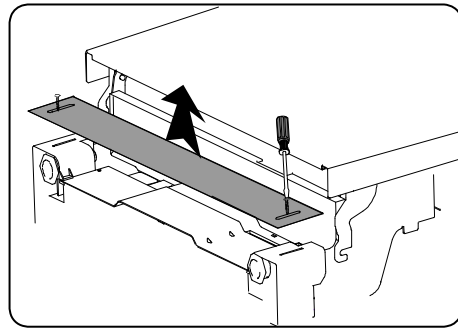

Figure 1a
2. Inclinez le garde-pieds, puis tirez-le vers l'avant pour l'enlever (reportez-vous à la figure 1a).